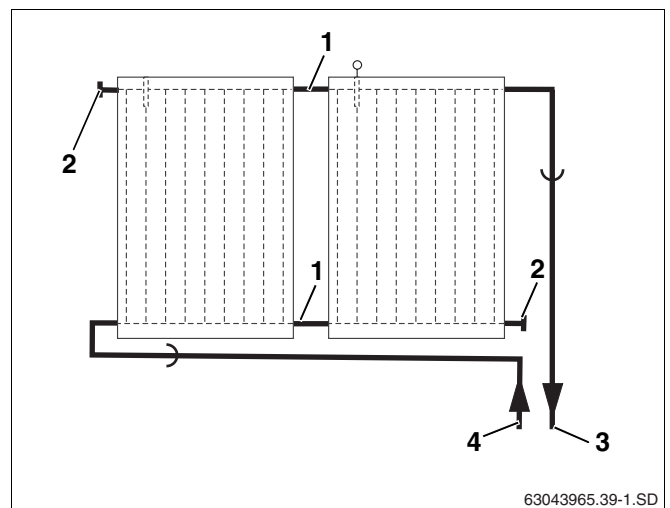
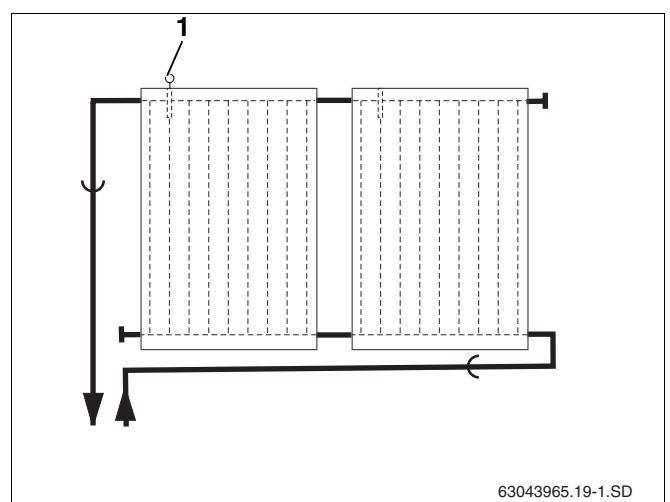

Fig. 18 Ligação hidráulica – tubagem de avanço à direita
Fig. 19 Ligação hidráulica – tubagem de avanço à esquerda
O campo de colectores deve levar tubos segundo o princípio de Tichelmann (retorno invertido). Assim, cada colector recebe o mesmo caudal (fig. 18).
A tubagem de avanço pode ser colocada à direita (fig. 18) ou à esquerda em cima (fig. 19). Nestas instruções, a tubagem de avanço está representada do lado direito.
Os colectores devem ser montados de forma a que as passagens do sensor para a recepção do sensor do colector (fig. 19, **item 1**) se encontrem em cima.